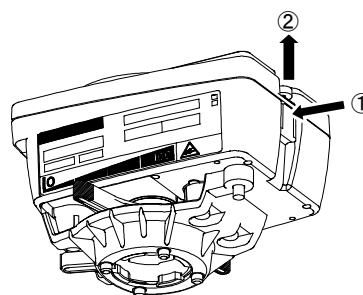

図10
- (1) ケースのツメ（スナップフィット）を手で押し、カバーを反対側のヒンジを支点として回転させて外します。（図10参照）
- (2) 締付キャップを緩めます。
- (3) ゴムブッシュを外します。